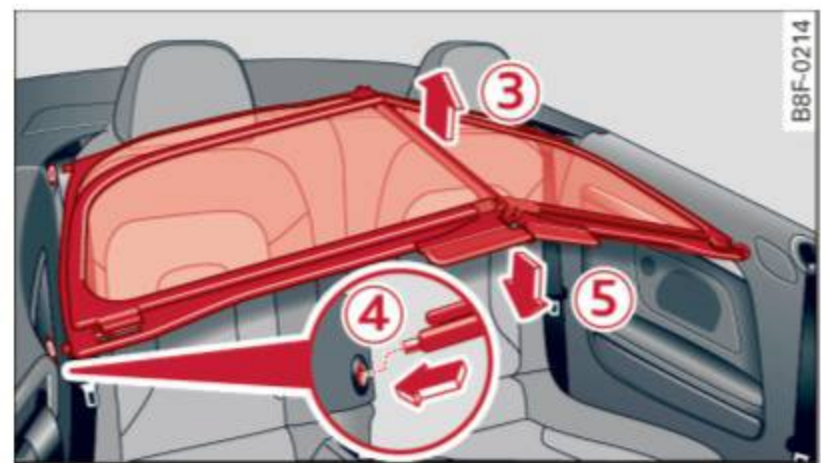

Fig. 39 Insertion du déflecteur d'air (2)
- ▶ Repliez la poignée ② à l'avant et au centre du déflecteur d'air au centre vers le haut et soulevez-le légèrement dans le centre ⇒ *fig. 39* ③.
- ▶ Guidez maintenant le déflecteur d'air dans les supports dans la garniture latérale du côté passager ④ et appuyez légèrement au milieu ⑤ jusqu'à ce que la poignée se verrouille en place.